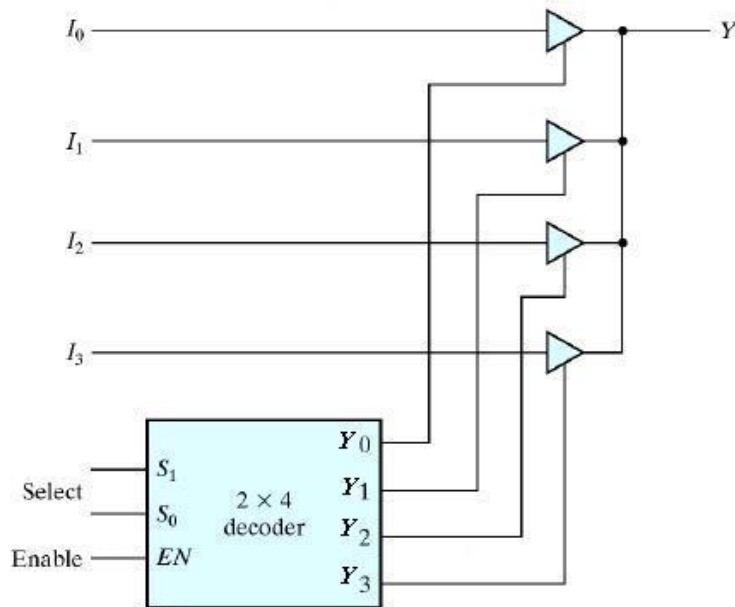
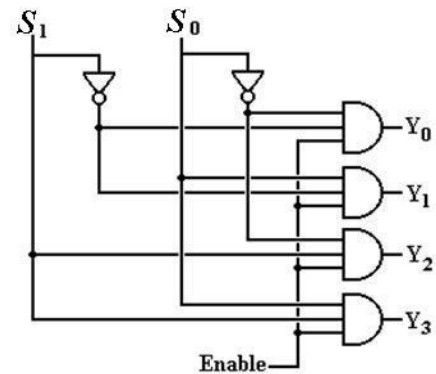

图 3-3a、4 选—多路选择器
图 3-3b、图 3-3a 中的 2x4 decoder
(3)根据下面的电路原理图,使用门原语设计 Verilog 模块,其中,图 3-3a 中的模块 2x4 decoder 的原理图如图 3-3b 所示;首先,设计图 3-3b 中的模块,模块名为 decoder2x4,然后通过调用 decoder2x4 设计图 3-3a 中的模块,模块名为 mux4x1。